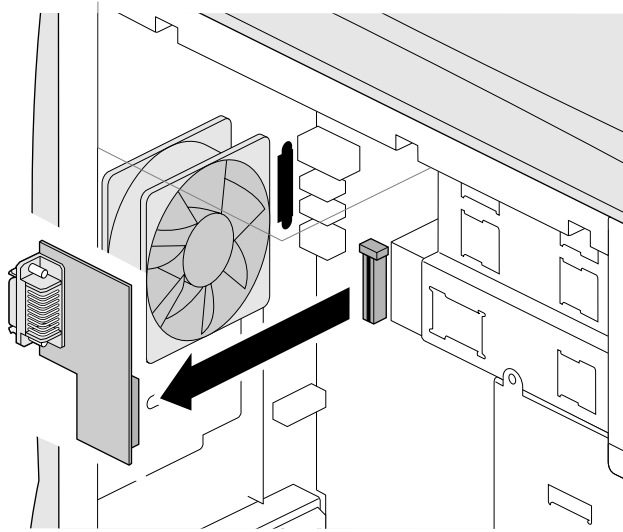

Abbildung 5-9 Deinstallieren der Monitor-Anschlußkarte
5. Deinstallieren Sie die Anschlußkarte, indem Sie die Karte wie in Abbildung 5-9 vorsichtig aus dem Anschluß ziehen.